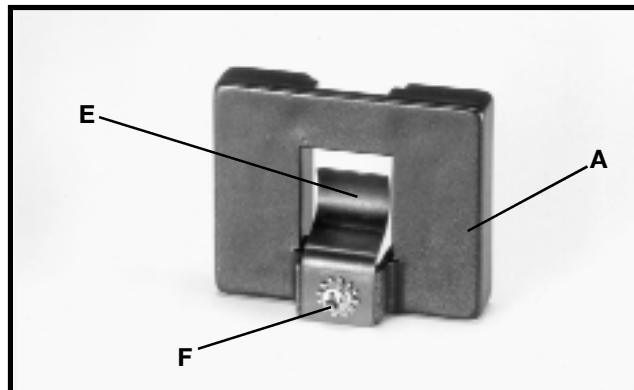
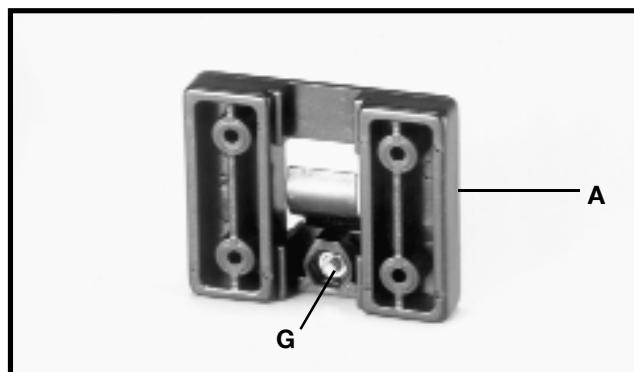

Fig. 24
Fig. 25
1. Ensamble la pinza de resorte (E), Fig. 24, al sujetador del calibrador de inglete (A) como se muestra, utilizando un tornillo de cabeza troncocónica M4 x 0,7 x 10 mm (F), una arandela de bloqueo de 4,763 mm (3/16") y una tuerca hexagonal M4 x 0,7. NOTA: la tuerca hexagonal (G), Fig. 25, encarájase en la cavidad en la parte posterior del sujetador del calibrador de inglete (A) para fijar la pinza de resorte (E), Fig. 24, al sujetador del calibrador de inglete.